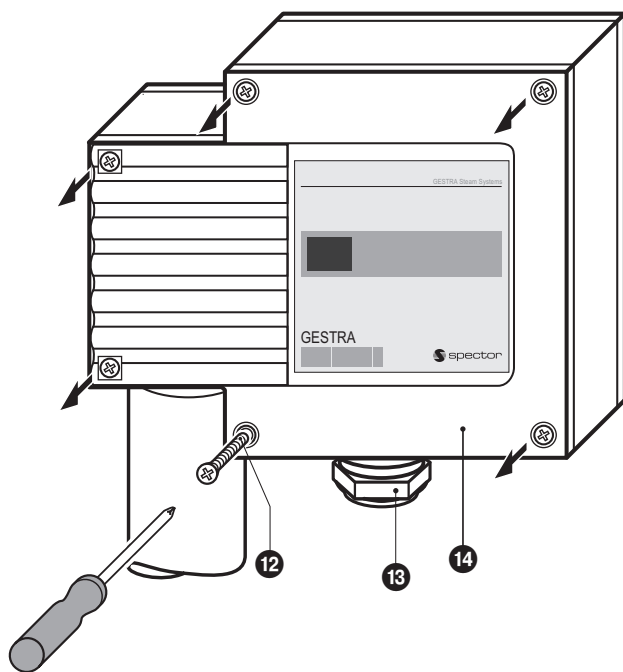

Fig. 14
1. Svitare le viti **12** e rimuovere il coperchio **14**, **Fig. 14**. La freccia, sulla targhetta dati, indica il coperchio da rimuovere.
1. Svitare le viti **12** e togliere il coperchio **14**. **Fig. 14, 15**